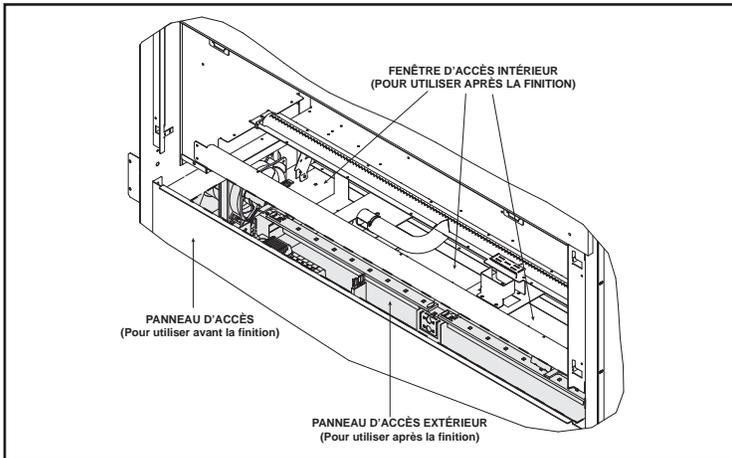

Figure 9.2 Accès aux gaz et l'électricité
Le panneau protecteur de l'accès inférieur est amovible si le matériau de finition n'est pas installé. Voir la figure 9.2.
2. Enlevez le bac de base. Il est fixé par 10 vis à l'intérieur de la base de la boîte à feu et avec 12 vis à l'ensemble du brûleur. Si votre appareil est un modèle avec élément d'apparence en pierre de verre, vous devez aussi retirer le couvercle écran de la veilleuse à ce moment. Voir les figures 9.2 et 9.3.
4. Retirez les couvercles des panneaux d'accès ou fenêtres de verre, de même que les joints. Les joints peuvent être fragiles. Manipuler avec prudence. Voir la figure 9.2.